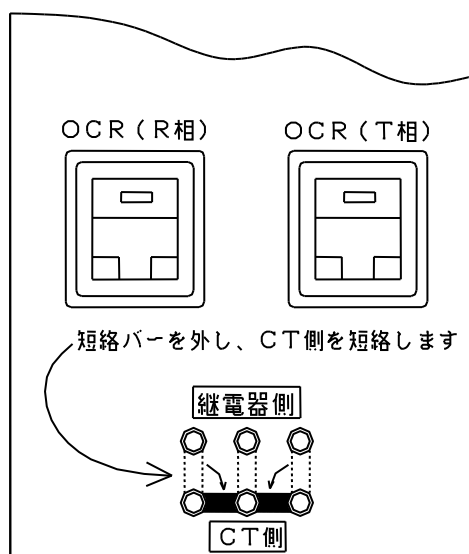

図2：試験用端子の短絡方法
2. 測定を行う継電器に電流要素の接続を確認します。活線状態（受電状態）で高圧盤の試験用端子より行う場合は、C T回路側を短絡バーにて短絡状態にします。短絡状態にする場合は、絶対にC T回路が開放状態にならないように注意して作業を行ってください。停電状態で作業を行う場合は、C T回路と接続している各相の短絡バーを取り外すだけで結構です。（図2）